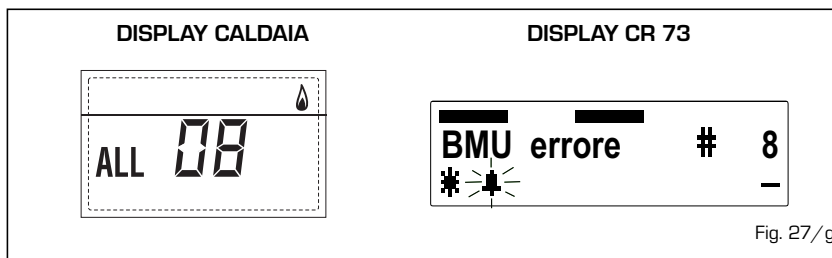

Fig. 27/g
- **ANOMALIA CIRCOLAZIONE ACQUA "ALL 09 - # 9"** (fig. 27/h)